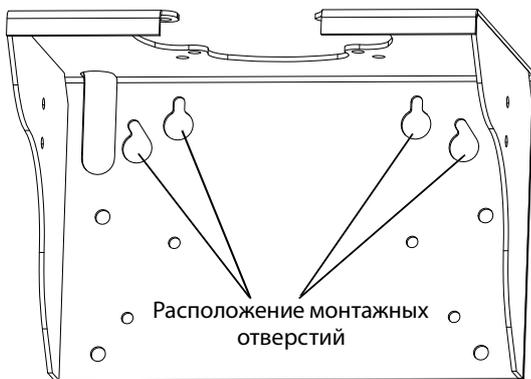

Рис. 27: Расположение отверстий в настенном креплении
- Убедитесь, что настенное крепление расположено ровно, используя настенный кронштейн как шаблон. Просверлите четыре отверстия диаметром 7/16 дюйма (11 мм) для монтажных болтов. Расположение отверстий под крепеж см. на **Рис. 27**.